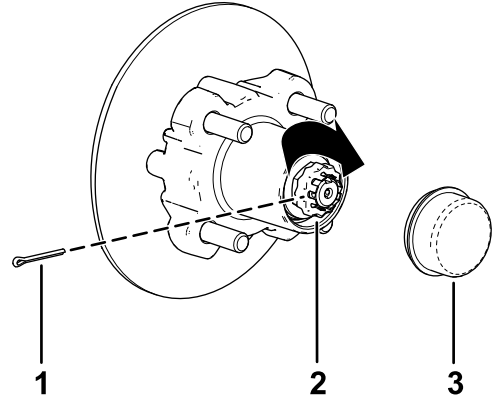

Figure 35
8. Placez l'arrêt d'écrou sur l'écrou et vérifiez que la fente dans l'arrêt et le trou dans la fusée sont alignés afin de pouvoir insérer la goupille fendue (Figure 35).
9. Insérez la goupille fendue et repliez chacune de ses pattes autour de l'arrêt d'écrou (Figure 35).
10. Reposez le couver-moyeu sur le moyeu (Figure 35).